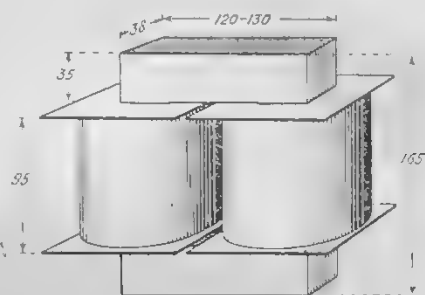
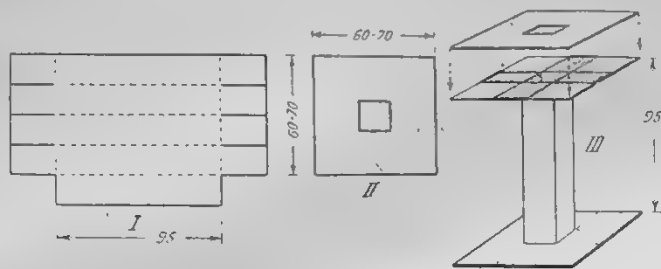

Рис. 2. Размеры трансформатора.
Рис. 3. Изготовление каркасов катушек трансформатора.
тор так называемого „стержневого“ типа. Внешний вид такого трансформатора и необходимые размеры даны на рис. 2. Прежде всего склеивают две совершенно одинаковые катушки из прессшпана, служащие каркасами для обмоток трансформатора. Для изготовления каждой катушки нужно вырезать из прессшпана полосу по выкройке, указанной на рис. 3 (I). Размеры этой „полоски“ нужно рассчитать таким образом, чтобы длина готовой прессшпановой катушки имела бы приблизительно 95—100 мм, а размеры „окна“ катушки, необходимого для помещения сердечника, равнялись бы 37×40 мм. Полоса прессшпана, вырезанная по „выкройке“ рис. 3 (I) гнется по пунктирным и разрезается по сплошным линиям. Прессшпан в местах склейки очищается от глянца шкуркой. „Щеки“ катушки имеют форму и приблизительные размеры, указанные на рис. 3 (II). Способ при-